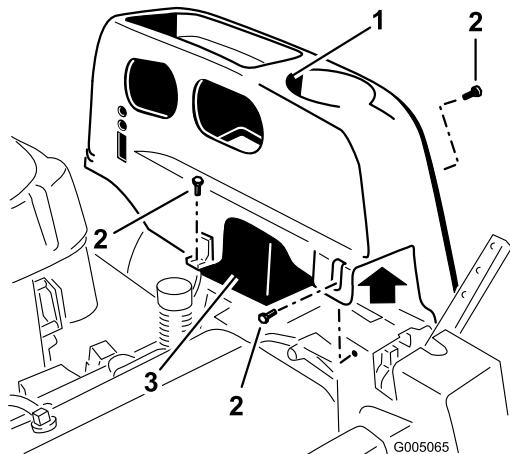

Figura 21
2. Togliete i dispositivi di fermo della testata TORX® (T25) che fissano il coperchio sinistro al telaio come illustrato nella Figura 21.